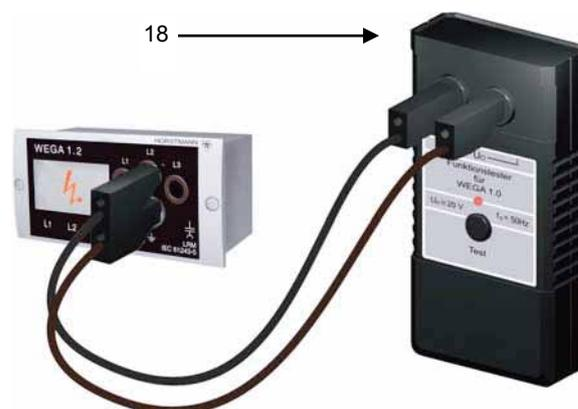

Рис. 4-9. Использование тестера
5. Если на экране индикатора отсутствуют молнии и точки, проверьте его исправность с помощью тестера индикатора напряжения (18), см. Рис. 4-9: